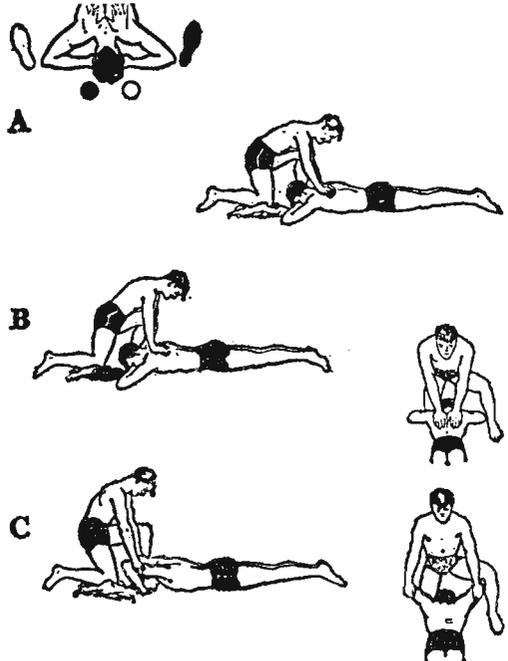

Figura 4 - Respirazione artificiale con il metodo Holger Nielsen.
b) **ci si pone a capo del paziente,** con un ginocchio poggiato a terra vicino alla sua testa e l'altra gamba piegata, e si poggiano le mani sulla parte inferiore delle sue scapole, con le dita aperte ed i pollici a contatto sulla linea mediana (figura 4-A);
c) **piegandoci con il busto in avanti, a braccia tese, si esercita lentamente una leggera pressione sul dorso del paziente,** contando « uno » « due » « tre » per fare uscire l'aria dai suoi polmoni (figura 4-B);
e) **si sollevano le braccia del paziente,** tirandole leggermente verso di noi e quasi a volerle congiungere i gomiti, fino a quando non si avverte resistenza, contando « cinque » « sei » « sette » per far riempire d'aria i polmoni della vittima (figura 4-C);